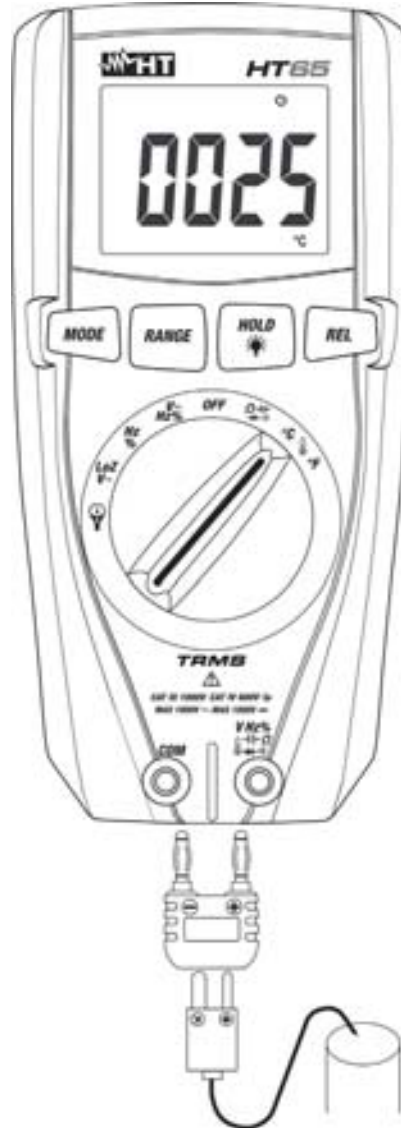

Abb. 9: Verwendung des Gerätes für Temperaturmessung
2. Verbinden Sie den mitgelieferten Adapter in die Eingangsbuchsen  $\text{Hz}\%V\text{-}\Omega\text{-}\text{mA}$  (Polarität +) und **COM** (Polarität -) (siehe Abb. 9).